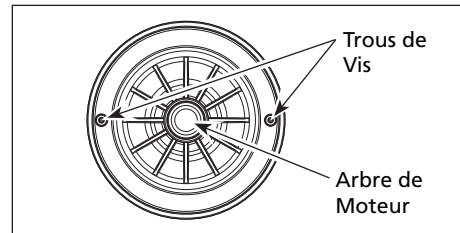

Figure 11 - Remplacement de Plaque d'Étanchéité
2. Glisser la plaque d'étanchéité soigneusement par dessus l'arbre afin de ne pas bouger la position du joint dans la plaque d'étanchéité. La plaque doit être orientée pendant le montage pour aligner les deux trous sur une ligne horizontale à travers l'arbre de moteur et les (4) chevilles de repérage sur le dos de la plaque avec les attaches sur le carter de moteur (Figure 11). Ce placement assure le vidange et l'amorçage correct.